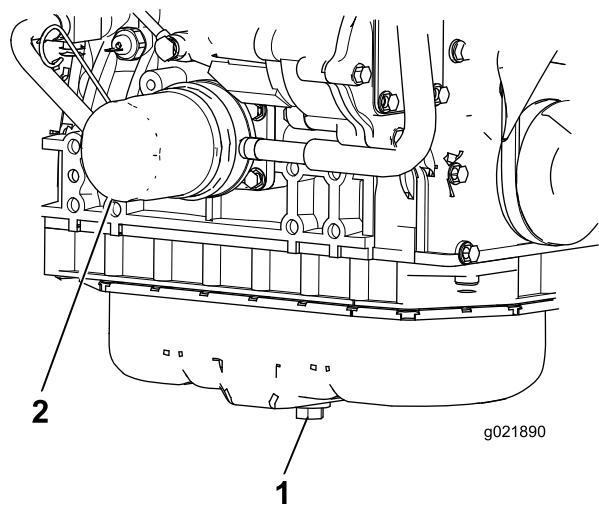

Figura 73
1. Retire el tapón de vaciado del aceite (Figura 73) y deje fluir el aceite a un recipiente apropiado. Una vez que se haya vaciado todo el aceite, coloque el tapón de vaciado.
2. Retire el filtro de aceite (Figura 73). Aplique una capa ligera de aceite limpio al filtro nuevo antes de enroscarlo. **No apriete demasiado.**